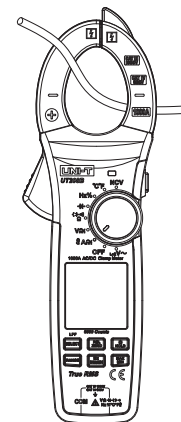

Рис. 5
1. Измерение параметров тока AC (Рис. 5)
2. Измерение тока DC (Рис. 5)